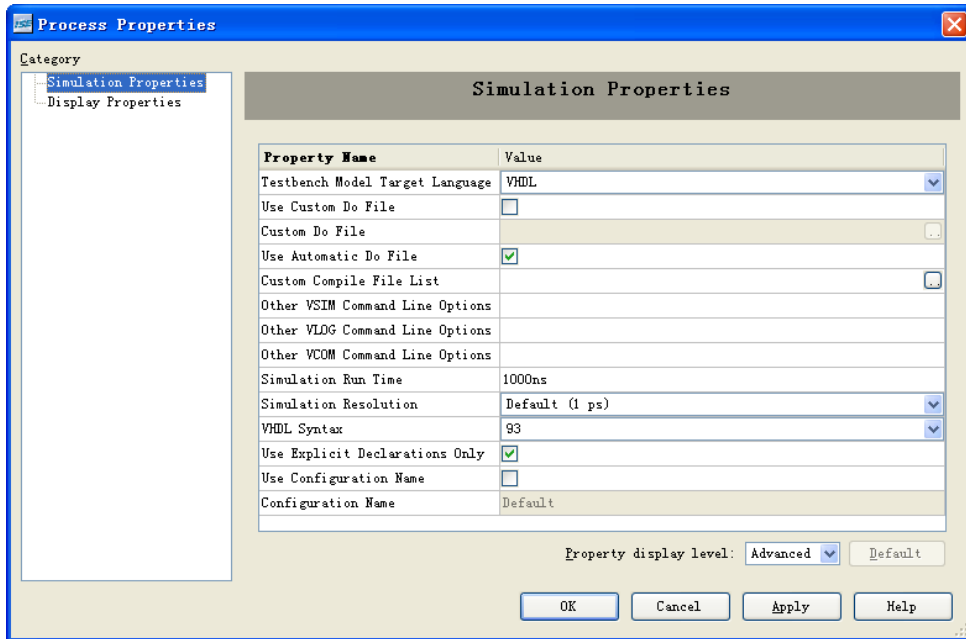

图 2.47 设置行为仿真属性
(4) 选择“Processes”窗口中的“Behavioral Simulation”，单击鼠标右键，在弹出的菜单中选择“Properties”，弹出属性设置对话框，如图 2.47 所示。